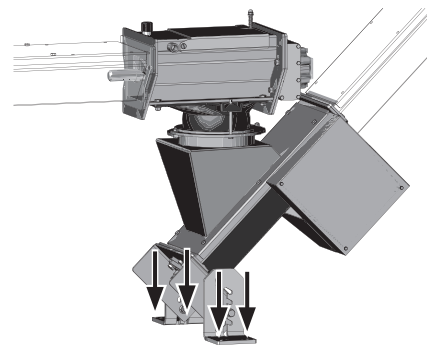

Fig. 169 Übergabe (Zubehör: Steig-/Zwischenschnecke) am Boden festschrauben
- ▶ Wenn vorhanden, Übergabe (Zubehör: Steig-/Zwischenschnecke) am Boden befestigen – Fig. 169.